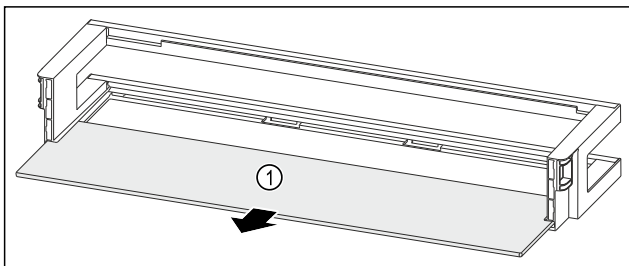

Fig. 136 Türabsteller mit Abstellfläche
- ▶ Abstellfläche Fig. 136 (1) entnehmen.